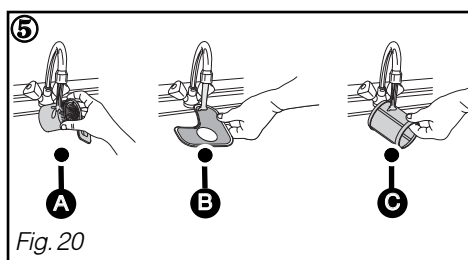

Fig. 20
- ② Drej affaldsfilteret løst en kvart omgang, og tag det ud Ⓐ .
- ③ Fjern det store filter Ⓑ .
- ④ Tag mikro-filteret sien ud Ⓒ .
- ⑤ Gør filtrene godt rene Ⓐ , Ⓑ og Ⓒ under vandhanen. (Fig. 20)